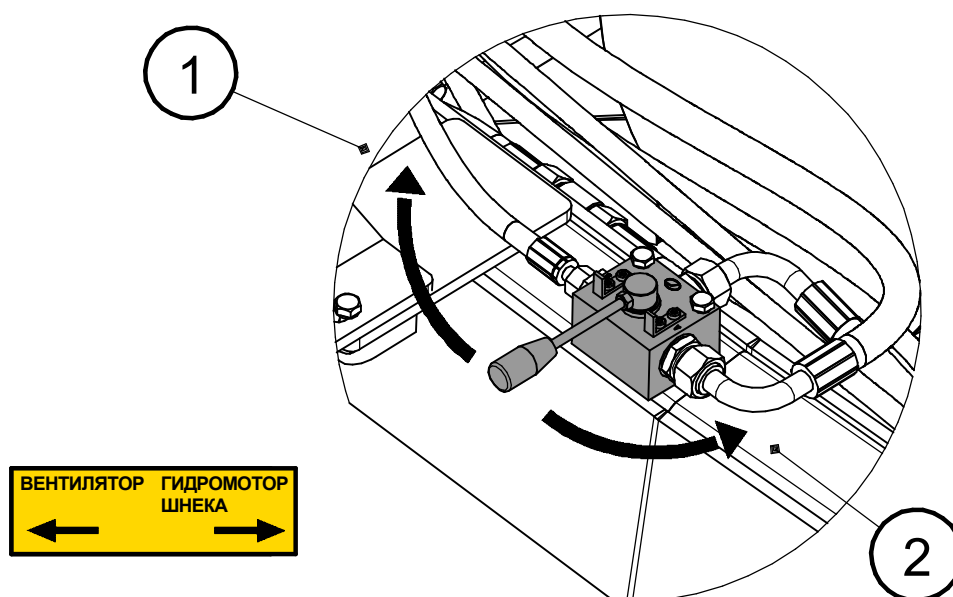

Рис.2.8 - Установка гидравлических кранов.
**ВНИМАНИЕ! ЗАПРЕЩЕНО** переводить кран рис.2.8 в **положение 1** - режим работы вентилятора, при открытых загрузочных люках пневматического бункера, это может привести к серьезным травмам, отравлению и принести вред экологии.